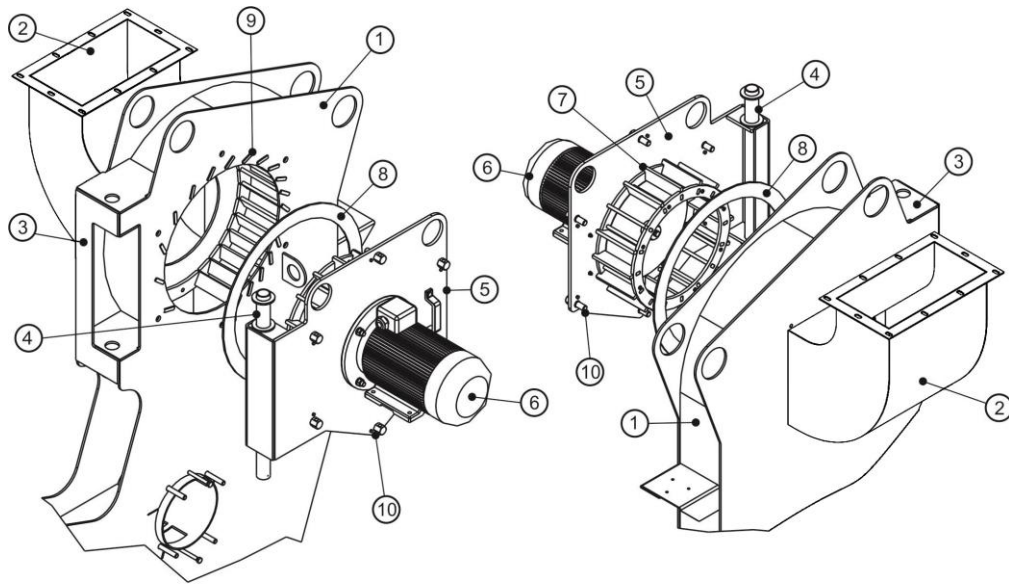

Рис.7
Динамический воздушно-центробежный классификатор (Рис.7) состоит из корпуса (1), транспортного воздуховода (2), петлевой части (3), к которой посредством оси (4) крепится дверь (5). На двери (5) размещен электродвигатель (6) привода делительного ротора. На оси электродвигателя (6) установлен делительный ротор (7). На внутреннюю поверхность двери (5) наклеена прокладка (8) из пористой резины. В пазах корпуса (1) установлены пластины (9) направляющего аппарата, служащие для разделения материаловоздушного потока и отражения крупных частиц в направлении канала выхода «крупки». В закрытом положении дверь (5) фиксируется прижимами (10).